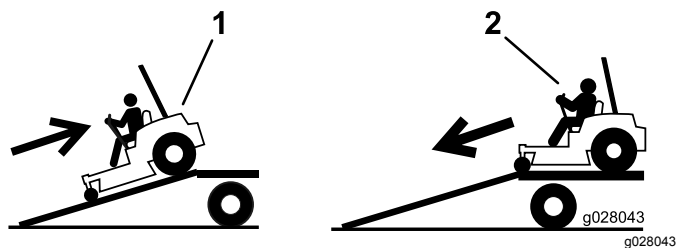

図 36
4. 登りはバックで 図 36。
2. 下りは前進で 図 36。